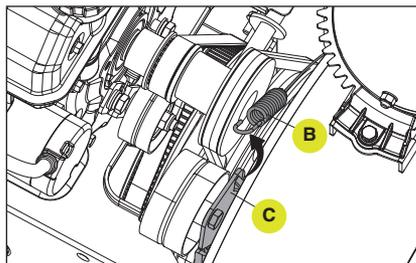

Figure 61
3. Décrochez le ressort (B) de la plaque de la tarière (C). (Fig. 61)